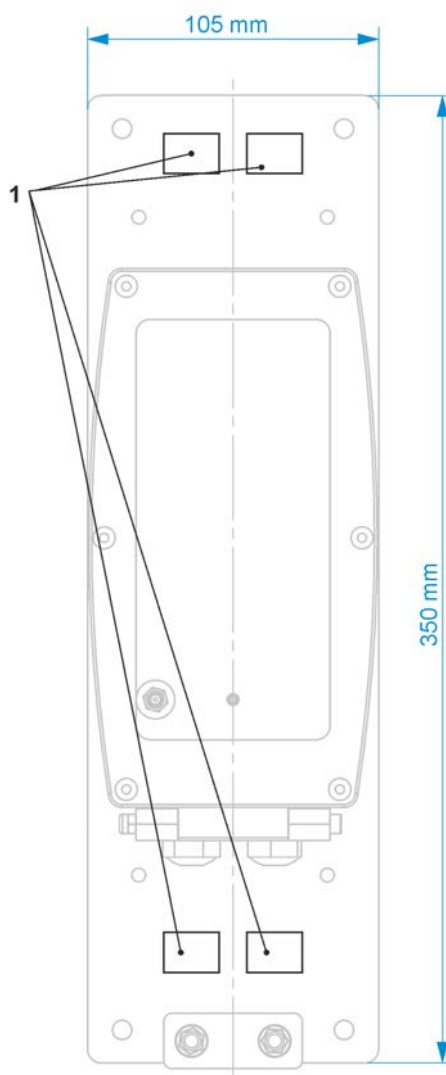

Abb. 24-2 Befestigung mit Schlauchklemmen am Mast (Ex und Nicht-Ex)
- Gehäuserückwand montiert auf einer Montageplatte (3 mm stark); Montageplatte mit Schellen (Öffnungen siehe Abb. 24-2 Pos. 1) an einem Mast befestigt (siehe Abb. 24-2)